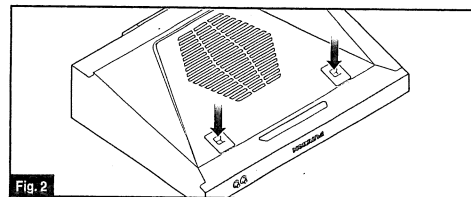

Fig. 2
2. Appuyez sur les languettes de la libération de deux sur la couverture de la grille pour la dégager de la hotte. (Fig. 2)